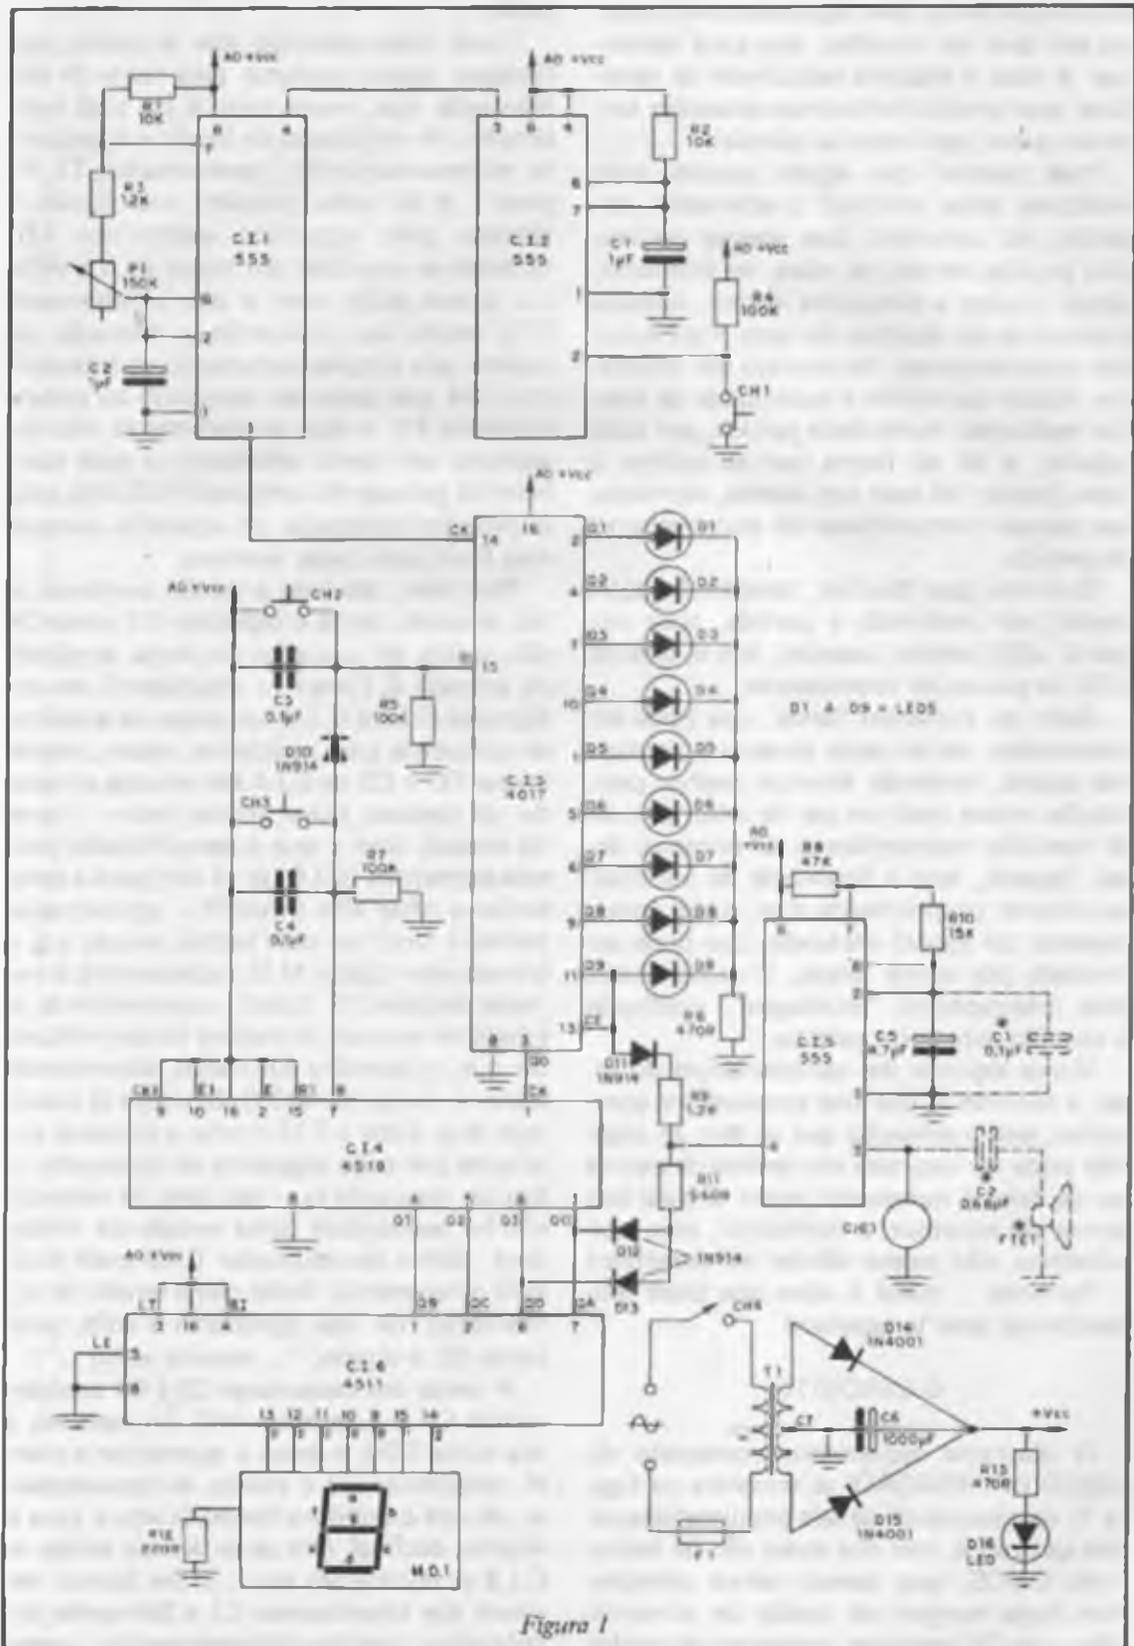
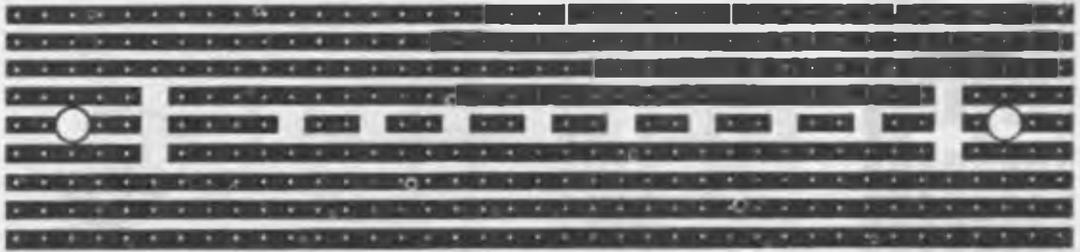

Figura 1
Figura 5
O diagrama esquemático completo do 'JOGO DA REAÇÃO' se encontra na figura 1, destacando-se os seis circuitos integrados utilizados, três dos quais são de tecnologia CMOS, que associa baixo consumo com larga margem de tensão de alimentação — os CIs restantes tratam-se do conhe-
Como toda descrição que se preza, nós também iremos começar pela fonte de alimentação que, neste caso, é do tipo bem simples. A retificação da tensão c.a. presente no secundário do transformador T1, figura 1, é de onda completa; essa tensão é filtrada pelo capacitor eletrolítico C6, obtendo-se um valor em torno de 8,5 volts c.c. à sua saída, com o que o fotodiodo D16 emite luz, indicando a operação da mesma pela simples comutação do interruptor CH4 que pode ser associado ao potenciômetro P1 — este procedimento não foi adotado em nosso protótipo, o qual também foi privado do conjunto R13-D16, pois o próprio mostrador do aparelho cumpre essa finalidade como veremos.
C.1.1, um outro 555 na clássica configuração astável (oscilador), se encontra inibido pela saída de C.1.2 (mais outro 555!), de forma que não se verificam as oscilações de saída que se constituem nos pulsos de cadência para C.1.3 – figura 1.
O leitor certamente já percebeu que D12, figura 1, se encontra inversamente polarizado (saída Q0 de C.1.6 em nível H), o mesmo não ocorrendo com D13 (Q3 em L) que garante a inibição do oscilador de áudio através do pino 4 de C.1.5.
res D1 a D9 (figura 1). Da mesma forma que a primeira, esta outra placa deve ter seus filetes interrompidos nas posições indicadas na figura 5, sendo que os furos G e H,
A terceira, e última, plaqueta, também do tipo semi acabada, destina-se à fixação do mostrador digital M.D.1 (figura 1). A figura 8 mostra aonde devem ser interrompidos os filetes, enquanto a figura 9 apresenta o posicionamento do mostrador nessa plaqueta.